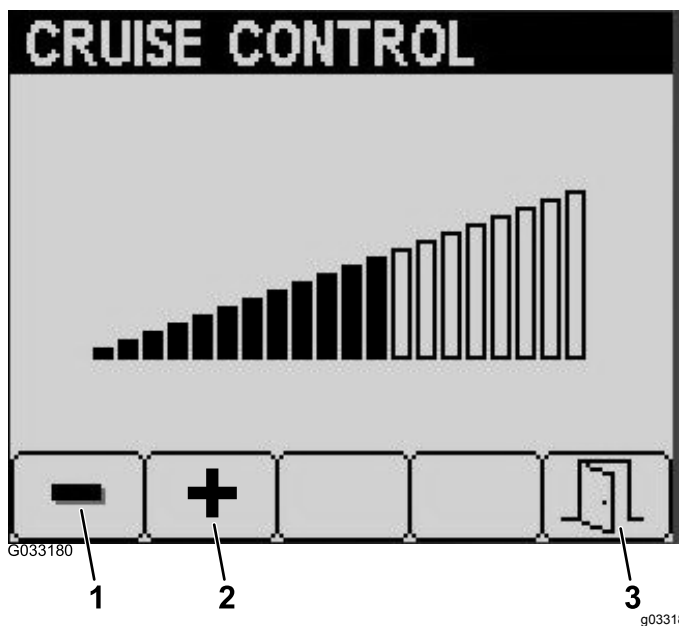

Figure 29
4. Dans l'écran Cruise Control (régulateur de vitesse), appuyez sur le bouton n° 1 pour réduire la vitesse du régulateur de vitesse ou sur le bouton n° 2 pour l'augmenter (Figure 29).
5. Après avoir programmé la vitesse du régulateur de vitesse, appuyez sur le bouton n° 5 pour quitter le menu (Figure 29).